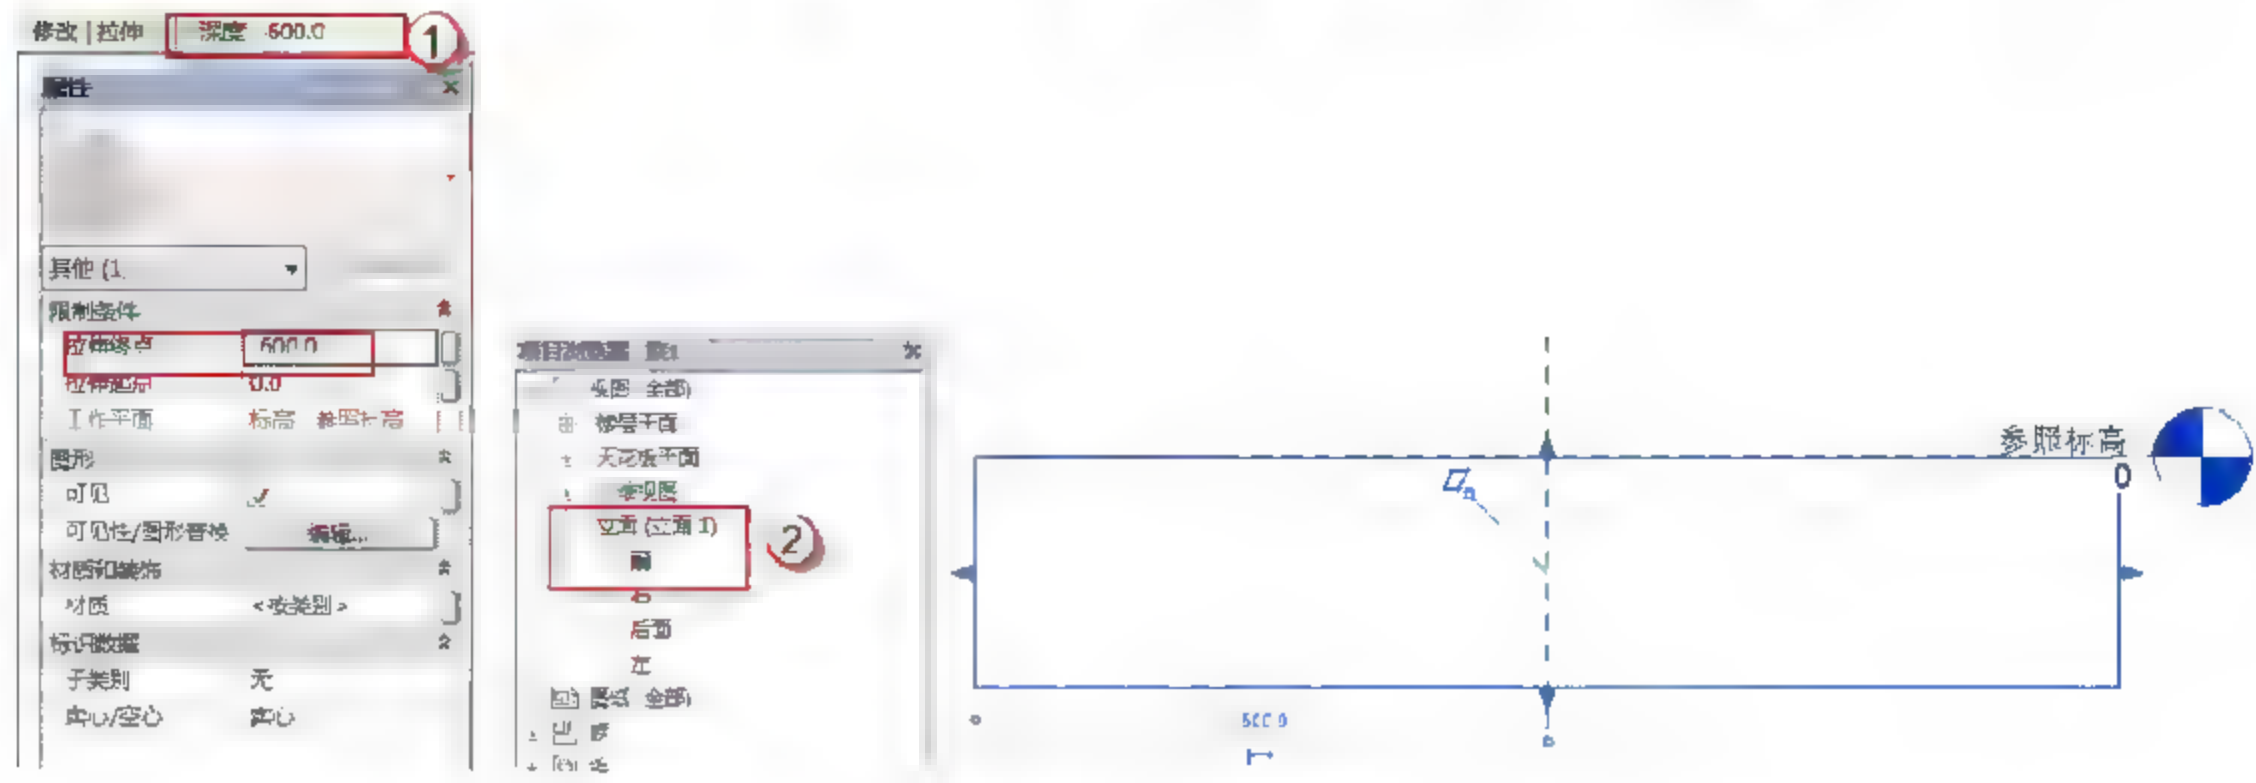

图 2.1.43 定义承台高度
(4) 定义承台高度。在 Revit 中用“深度”表示承台高度，或者采用“拉伸终点”命令，因承台在参照标高以下，表示承台高度输入负值。在“深度”栏，输入数值 600，在“项目浏览器”面板中选择“立面”→“前”命令，观看承台高度，如图 2.1.43 所示。